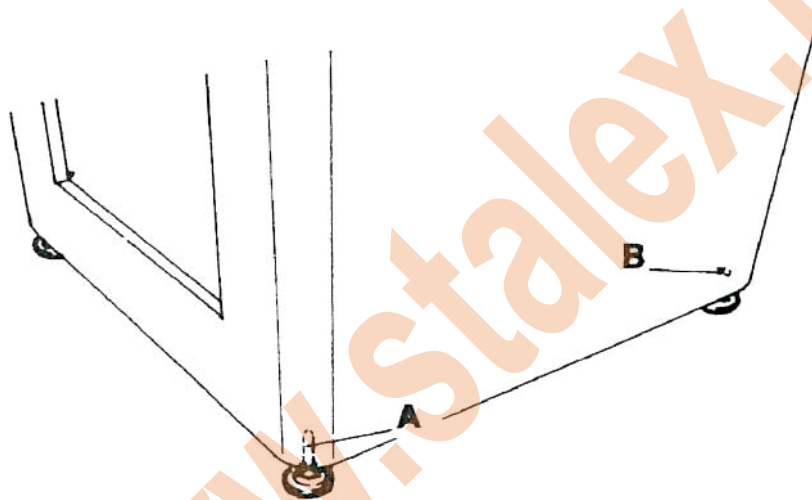

Рис. 1
- Установить четыре резиновых опоры, как показано на Рис. 1. Винтом А отрегулировать уровень станка.